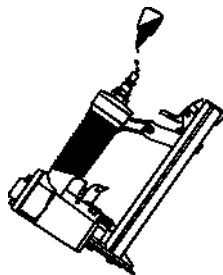

Fig. 3
1. Kontroller, om værktøjet skal smøres. Dryp om nødvendigt to dråber olie i tryklufttilslutningen, se fig. 3. Hvis du bruger en smøreenhed, skal du kontrollere, om du skal fylde olie på.